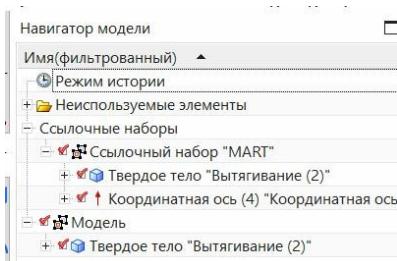

Рис.34
- Кстати, в *навигаторе модели* (с красными птичками), появится раздел «**Ссылочный набор Mart**», и в нем будут перечислены и *твердое тело*, и *координатная ось* (рис.34). После этого не забудьте **сохранить модель** отдельной детали. На этом в проекте отдельной детали всё.